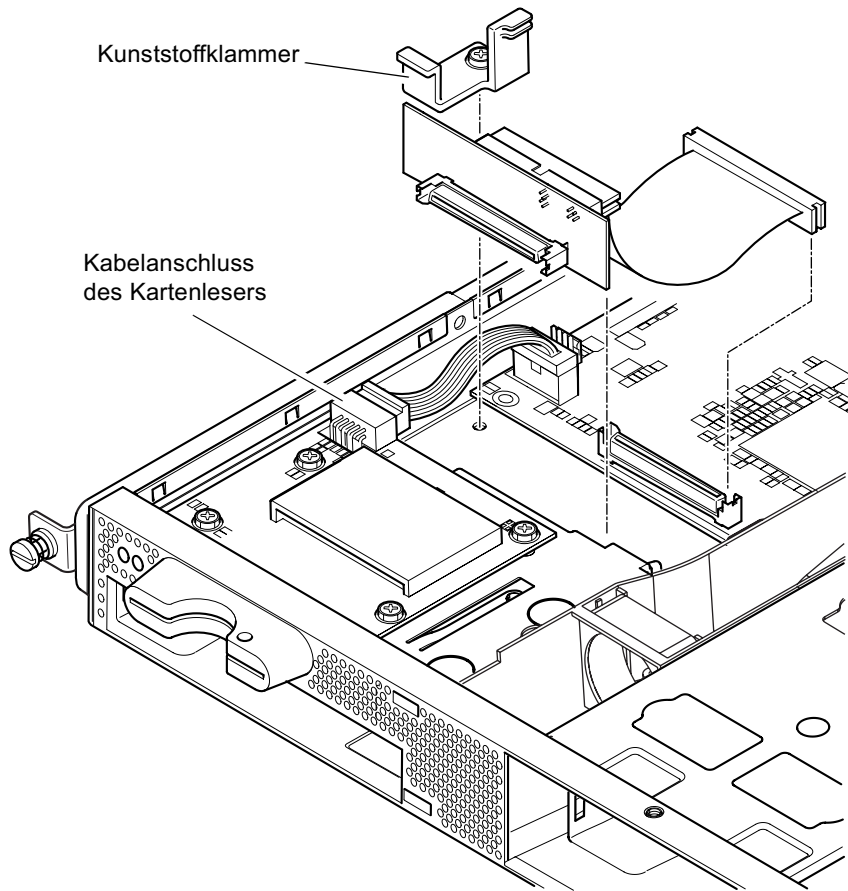

ABBILDUNG 11-3 Austauschen der Konsole hinten am DVD- oder CD-ROM-Einbauschacht
3. **Ziehen Sie das Stromkabel des Speicherkartenlesegeräts von der Systemplatine ab (siehe ABBILDUNG 11-3).**
6. **Verbinden Sie das neue IDE-Flachbandkabel mit dem Kabel, das von der Systemplatine zum DVD- oder CD-ROM-Laufwerk führt (siehe ABBILDUNG 11-3).**
11. **Bringen Sie nun die Kunststoffklammer wieder an, mit der die Konsole befestigt wird, und schrauben Sie sie am Gehäuseboden fest (siehe ABBILDUNG 11-3).**